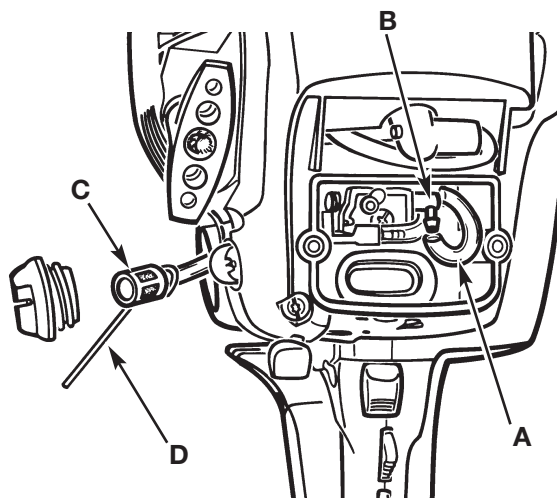

Fig. 32
2. Déconnecter le tuyau de carburant (A) de l'embout (B) du carburateur.
3. Tirer le filtre à essence (C) du réservoir à l'aide d'un fil de fer tordu (D) ou d'une pince à long bec. Enlever le filtre et le jeter (Fig. 32).
5. Reconnecter le tuyau de carburant (A) à l'embout (B) du carburateur. Replacer le filtre à air et le couvercle du boîtier (Fig. 32).